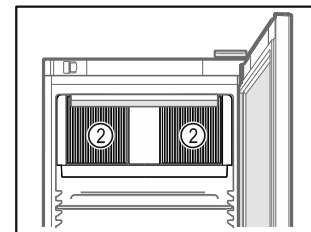

Fig. 72
- Poskrbite, da prezračevalna reža Fig. 72 (2) ventilatorja krožnega zraka v notranjosti ni zakrita.